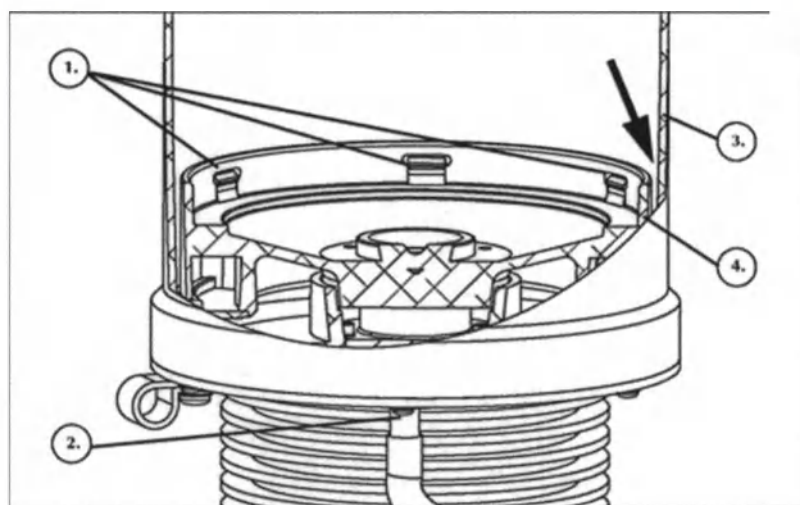

Рисунок 78. Промывка дренажных отверстий центрифуги
8. При помощи шприца объемом 60 мл промойте водой дренажные отверстия центрифуги. Направьте струю воды в зазор между держателем и стаканом центрифуги (см. *Рисунок 78*).